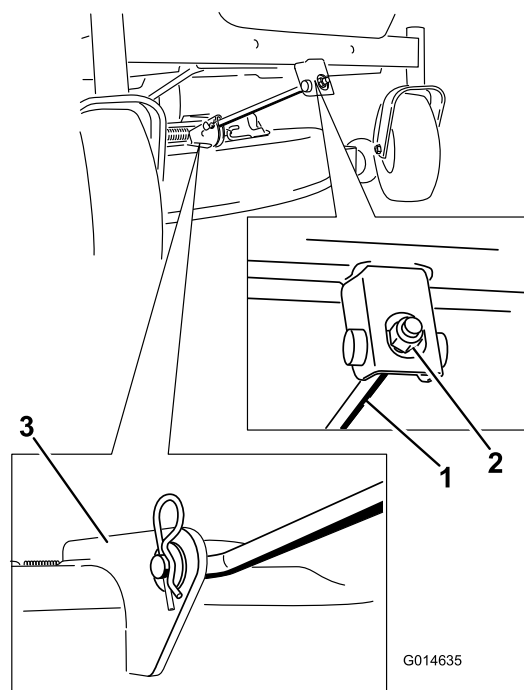

Figura 55
- Remova o contrapino do gancho da barra de suporte da frente e remova a barra do suporte da plataforma (Figura 55). Baixe cuidadosamente a parte da frente da plataforma do cortador para o solo.
- Coloque a barra de suporte frontal na plataforma do cortador com o pino de segurança e contrapino do gancho (Figura 55).